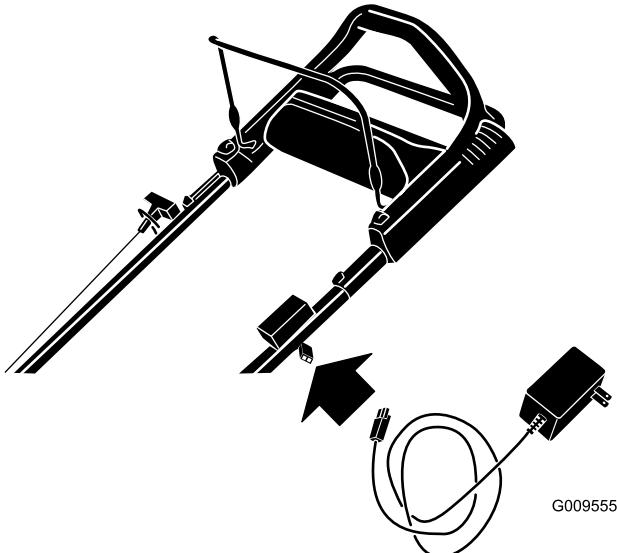

Bild 37
1. Schließen Sie das Ladegerät an den Kabelbaum der Maschine an, der sich unter dem Zündschloss befindet (Bild 37).